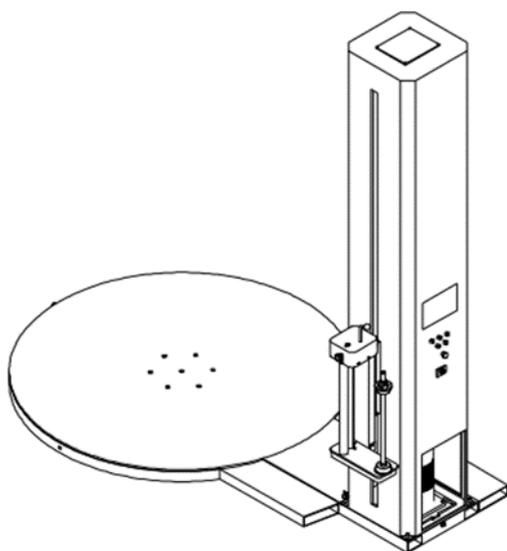

Рис. 12
4. Как показано на Рис. 12, установите каретку с пленкой на вертикально расположенной колонне и закрепите ее 4 шт. винтов М10.